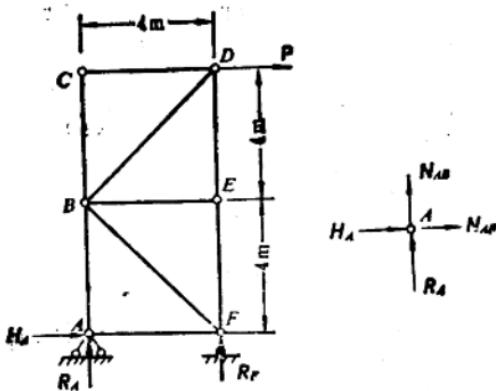

图 1.11
1.11 桁架的受力及各部分尺寸如图 1.11 示。若 $P = 900$